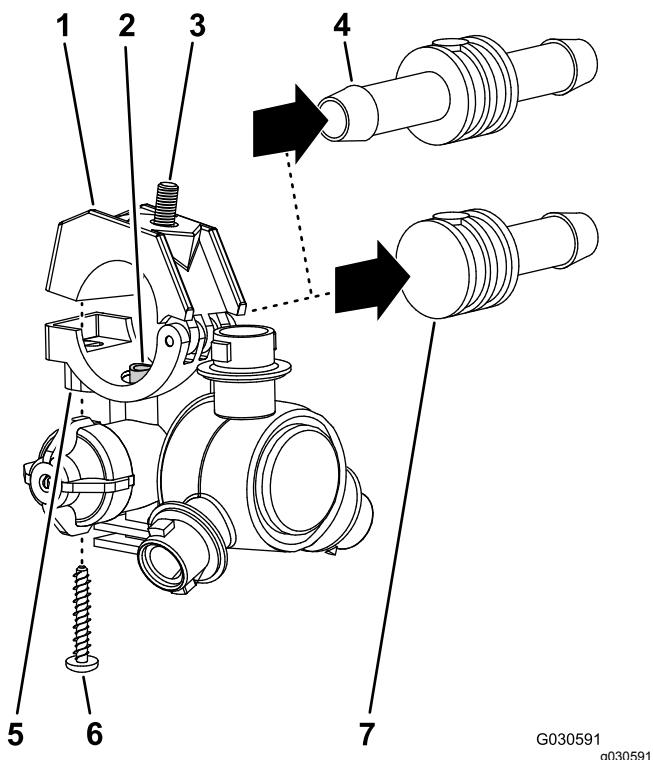

Figura 119
2. Trabajando con las 3 boquillas del fumigador que retiró en el paso 1 en Retirada de las boquillas de fumigación \(página 39\), retire el tornillo de acero inoxidable (Nº 12 x 1 1/4") que sujetla la mitad superior de la abrazadera y el conector de manguera dentado simple o doble (3/4") al cuerpo de cada boquilla del fumigador, y retire los conectores de manguera dentados (Figura 119).